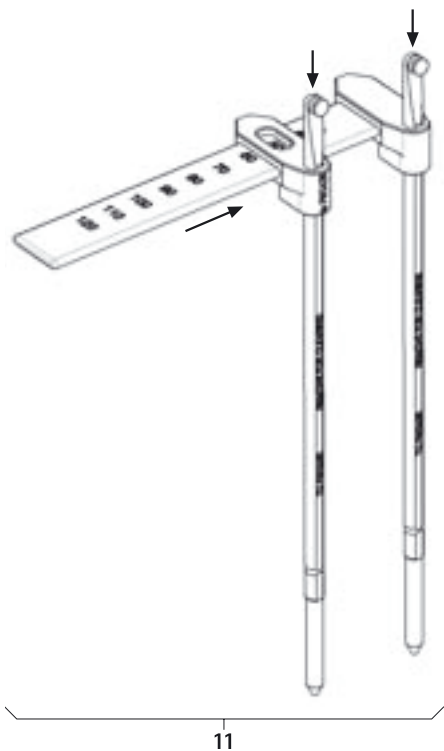

Abb. 15
- Stablängen-Messinstrument **11** montieren, siehe Abb. 15.